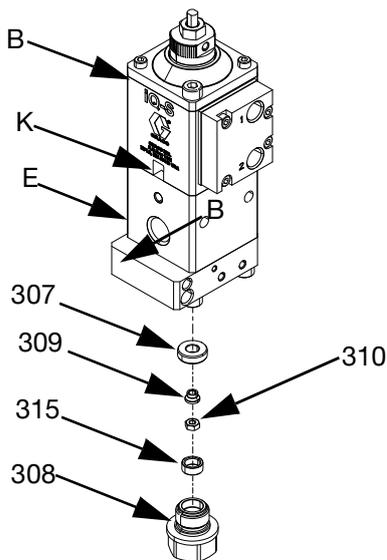

FIG. 10
3. Si votre vanne est équipée d'une buse à système anti-goutte (309), vous devez la retirer avant que la section d'air (B) puisse être déconnectée de la section fluide (E). Voir FIG. 10.